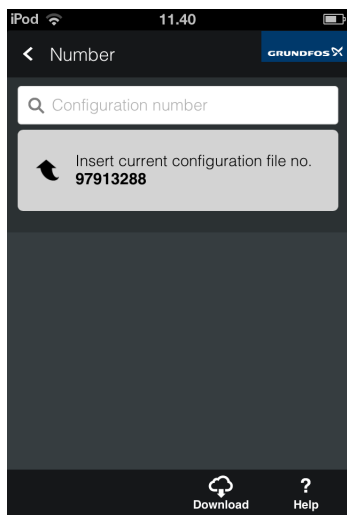

Рис. 38 Загрузка файлов GSC
9. Загрузите файлы MAGNA GSC при помощи элемента [Download] (загрузить) панели инструментов. См. рис. 38.